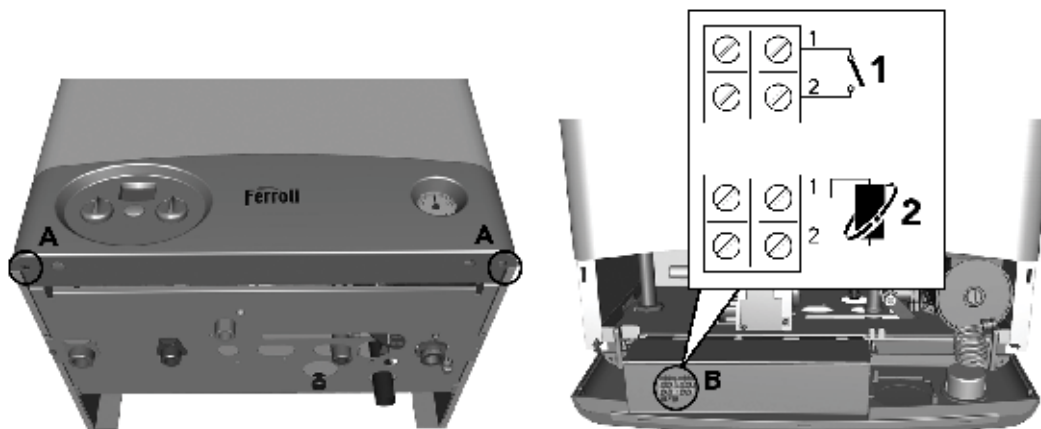

рис. 8 - Доступ к клеммной коробке
Для доступа к клеммной коробке, к которой следует подключать термостат температуры воздуха поз.1 в помещении fig. 8 или устройство дистанционного управления с таймером поз.2 fig. 8, выполните следующие операции:
- 1.Отвинтите оба винта "А" (fig. 8)
- 3.Разверните панель управления. (fig. 8)
Теперь открыт доступ к клеммной коробке "В" (fig. 8)